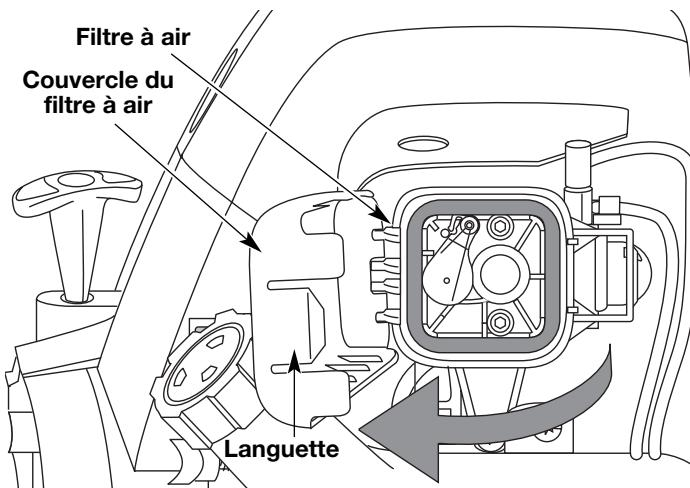

Figure 30
1. Ouvrez le couvercle du filtre à air Enfoncez la languette à droite du couvercle, tirez celui-ci vers vous puis vers la gauche (Fig. 30).
2. Retirez le filtre à air (Fig. 30).